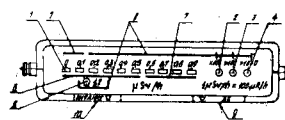

Рис. 1. Лицевая панель пульта UX-56P.
5.6. Расположение и назначение органов индикации и управления приведены на рис. 1 и 2.